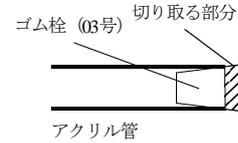

図1 ゴム栓（03号）の加工
- 1 ゴム栓（03号）をアクリル管にきつくはめ，ゴム栓のアクリル管からはみ出した部分をカッターで切り落とす（図1）。このゴム栓を2個作製する。